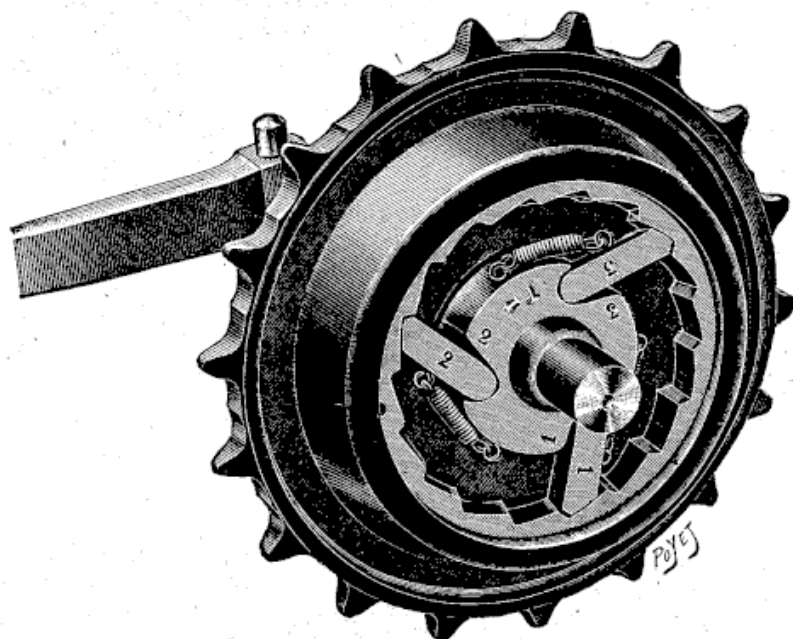
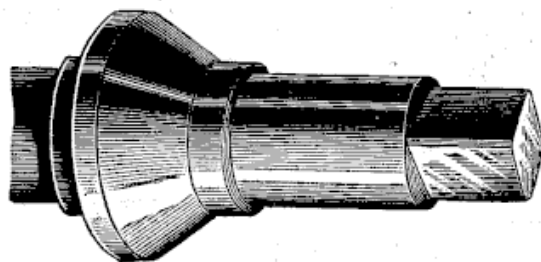

Fig. 88. — Vue intérieure du pédalier et des rochets
Fig. 92
Retirons la manivelle qui nous fait face. Retirons également la plaquette ronde, tenue par des vis, qui enferme le mécanisme. Voici (fig. 88) une vue exacte de l'intérieur du pédalier, à une échelle plus grande afin que les détails apparaissent mieux.
marche : la manivelle figurée dans la figure 88 monte en entraînant les trois petits bras qui sont fixés sur cet axe. Les trois bras donc, aussitôt que les pieds pèsent sur les pédales, glissent chacun dans une dent. Chacun pousse cette dent et nécessairement entraîne avec elle toute la couronne, c'est-à-dire la chaîne qui commande le train d'arrière et le moteur.
La figure 88 *bis* représente le différentiel du de Dion. Les roues dentées A et B sont égales ; les petits pignons C, D, E et G sont semblables. — (C'est là d'ailleurs un organe que le motocycliste ne doit *jamais* démonter, mais simplement de temps en temps remplir de graisse par l'orifice que ferme une vis située près de la lettre K sur la figure 92 *bis*).
Fig. 88 *bis*
La figure 92 montre la partie de l'axe que nous examinons; la pièce carrée, à l'extrémité; un peu à gauche, le cône sur lequel viennent rouler les billes.
Fig. 92 bis. — La roue dentée (M). — Le tambour de frein (K). — Le Pignon de chaîne (I).